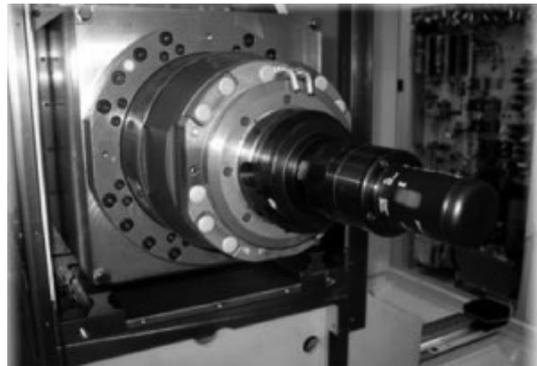

图 4 电主轴夹紧力的测量
- (1) 手动将测力计夹入到主轴中，如图 4 所示。
- (2) 读取测力计所显示的数值。
- (3) 将测量值与表 1 中的值进行比较。